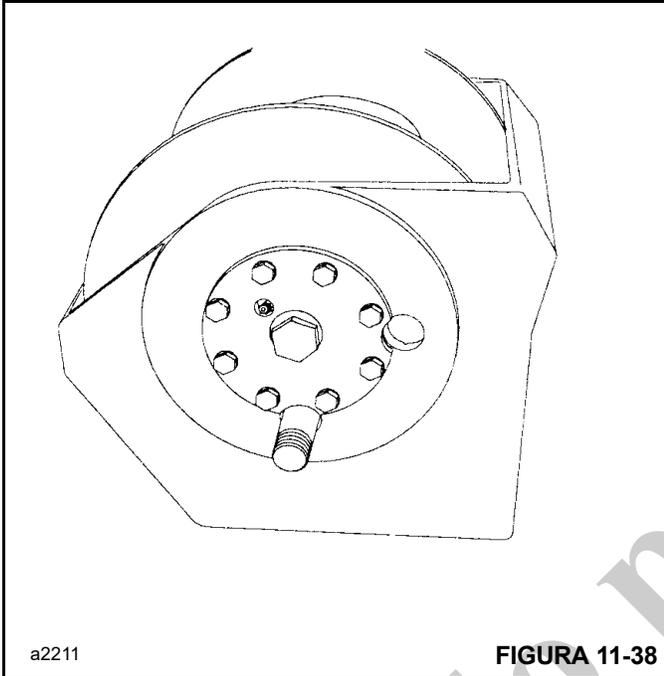

FIGURA 11-38
1. Alinee el agujero de vaciado del tambor con un agujero de la placa lateral de soporte antes de sacar las mangueras y los pernos de montaje. Después de retirar el malacate de su montaje, limpie completamente las superficies exteriores. Para vaciar el aceite, coloque un trozo corto de tubo roscado de 1 pulg en las roscas más grandes del agujero de vaciado (Figura 11-38). Si es necesario, inserte una barra en la cavidad de anclaje de la cuña y haga girar manualmente el tambor en el sentido para levantar una carga hasta que los agujeros de vaciado queden alineados.